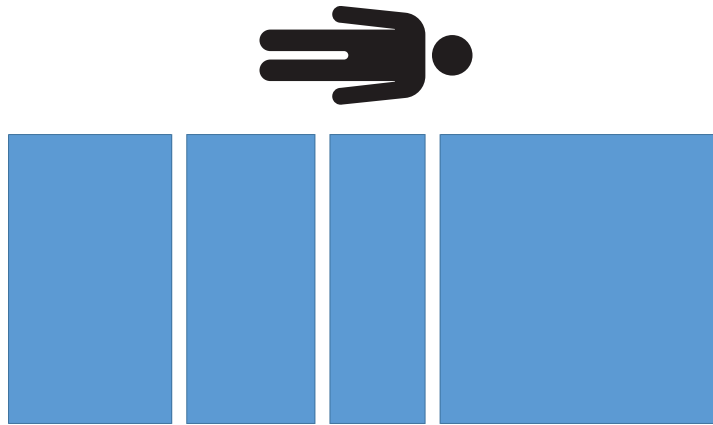

Figure 26 – Test de répétabilité - pas de poids
2. Retirer tous les poids étalonnés du produit (Figure 26).